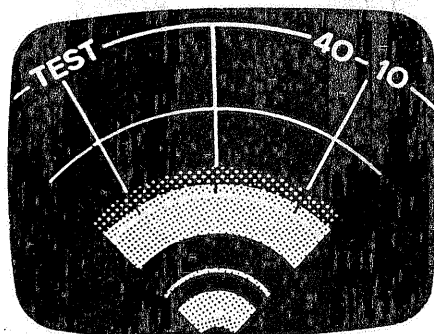

Figura 3. Padrão de Teste "VÍDEO NORMAL"
- 8. O padrão de teste "VÍDEO NORMAL" (figura 3) deverá aparecer. Os seguintes itens devem ser verificados, enquanto o padrão de teste "VÍDEO NORMAL" estiver sendo apresentado na tela do indicador.